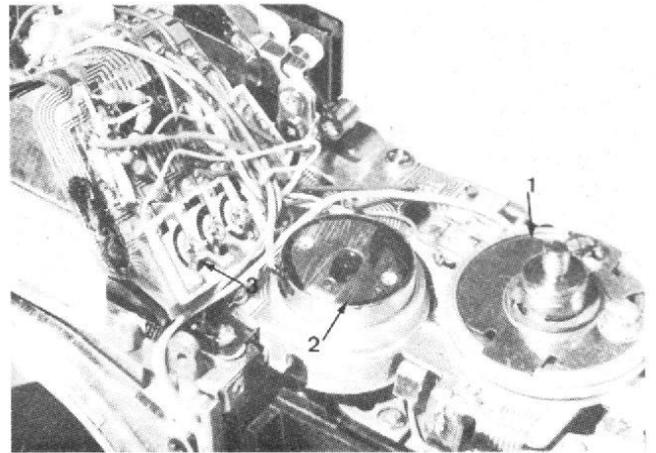
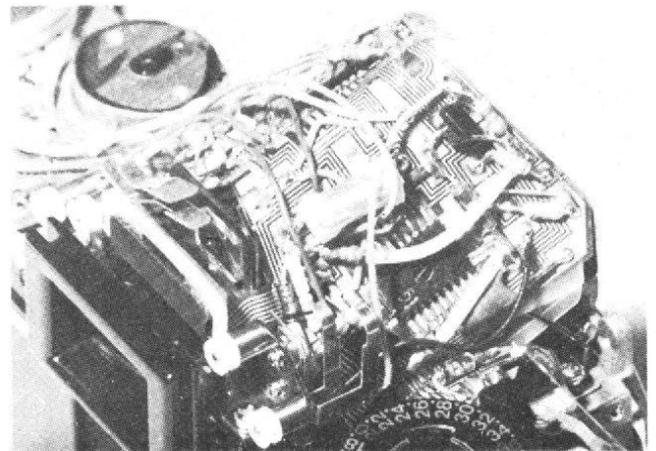

Fig. 21
Fig. 22
poulie liée à l'affichage des vitesses et de la sensibilité du film, située à main droite, vers le potentiomètre P_1 situé à main gauche. La figure 21 montre un autre aspect de ces mêmes circuits, avec les résistances ajustables (3). On y distingue aussi la partie mobile du potentiomètre P_1 (1) et le galvanomètre (2). Un autre circuit intégré, voisin de la couronne du compteur de vues, est visible sur la figure 22, montrant l'autre face du prisme.